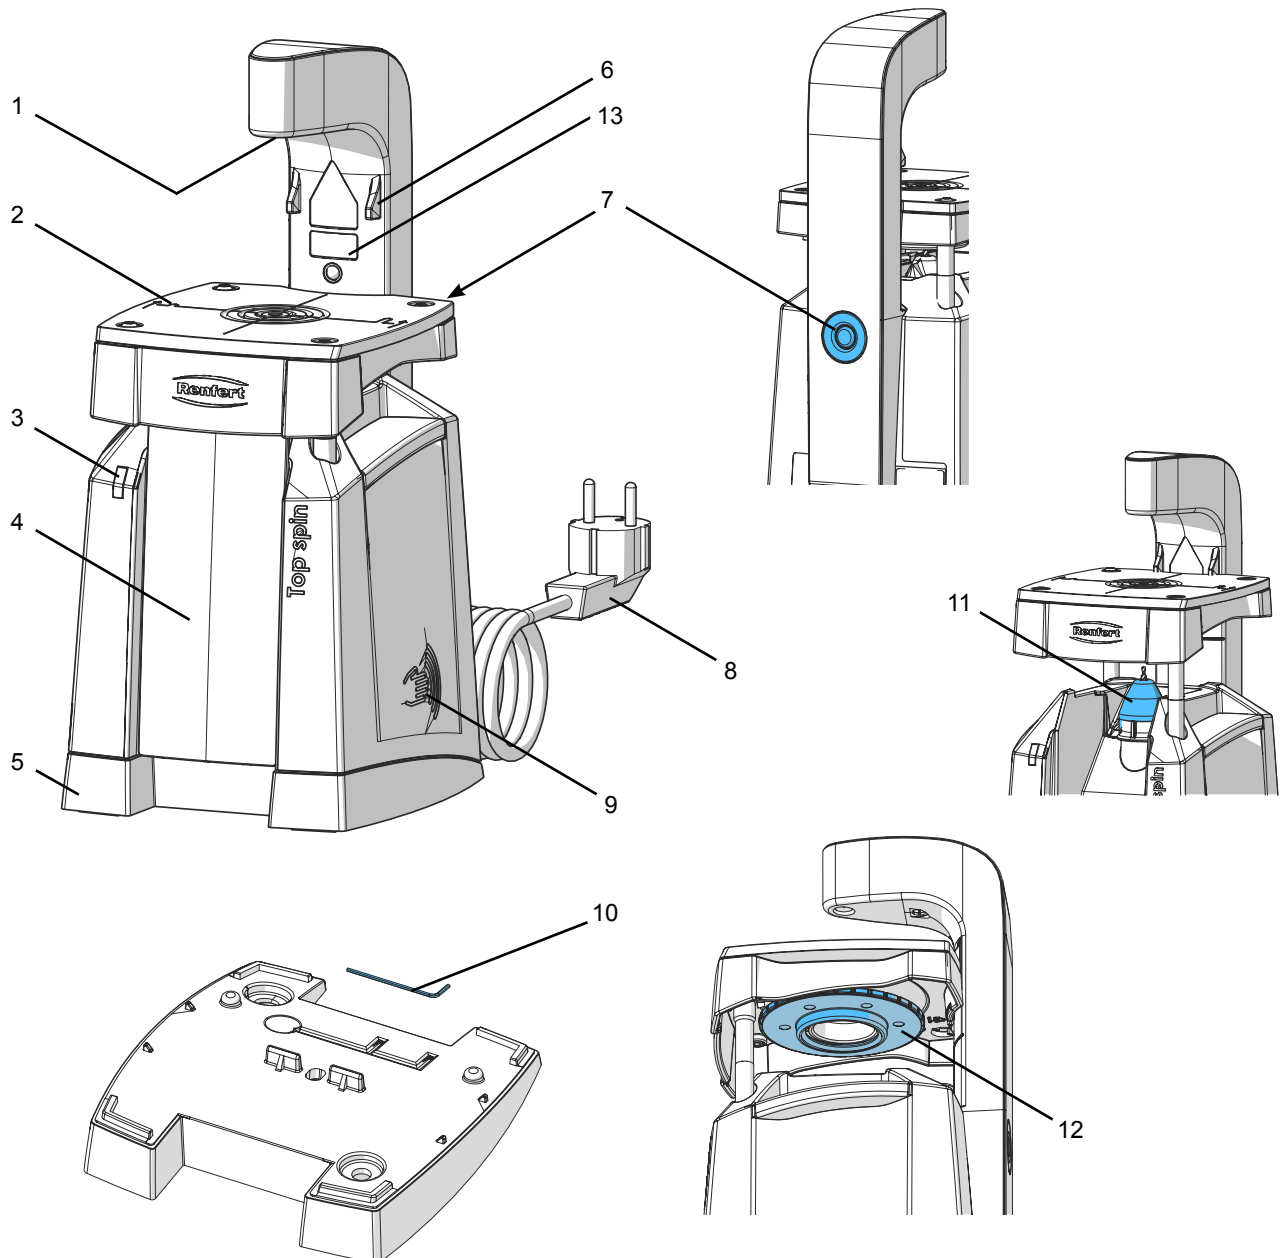

Bild 1
- ⇒ Ta bort laservarningen på ditt nationella språk från klistermärkesatsen och klistra över den befintliga varningen (13, bild 1).
⇒ Placera kronan på borbordet (2, bild 1) och rikta in det under riktlasern (1, bild 1).
- ⇒ Skjut borrhordet (2) upp till anslaget (6).
- ⇒ Ta bort det samlade dammet med en borste eller knacka försiktigt i dammbehållaren (4, bild 1) och dra ut dammbehållaren mot framsidan i nedre kanten.
- ⇒ Dra av dammskyddet (11, bild 1).
- ⇒ Tryck på spindellåset (7, bild 1) och vrid spännmuttern (22) tills spindellåset går i ingrepp.